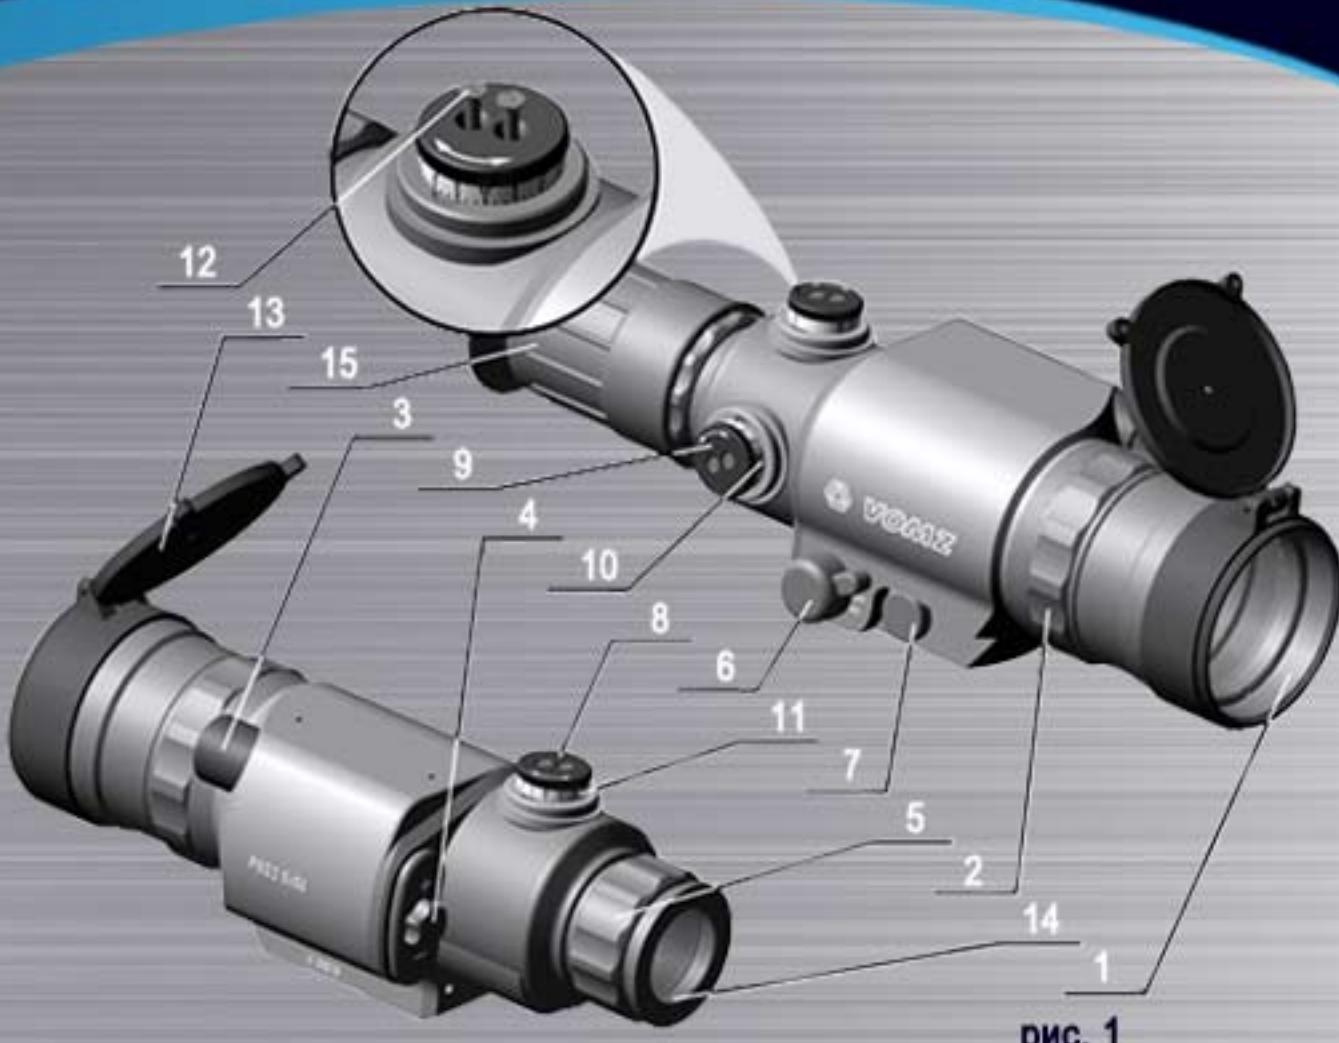

рис. 1
Сетку можно перемещать относительно изображения в вертикальном и горизонтальном направлениях для установки углов прицеливания и углов боковых поправок. Ввод величин углов прицеливания и углов боковых поправок производят вращением рукояток 8 и 9 (рисунок 1).
1. До начала работы снять крышку батарейного отсека, для чего вывинтить винт 4 (рисунок 1) батарейного отсека. Установить две батарейки типа АА в предназначенные для них гнезда, соблюдая указанную на крышке полярность (электрическая схема прибора имеет защиту от обратной полярности, что предотвращает выход его из строя при неумышленной ошибке потребителя).